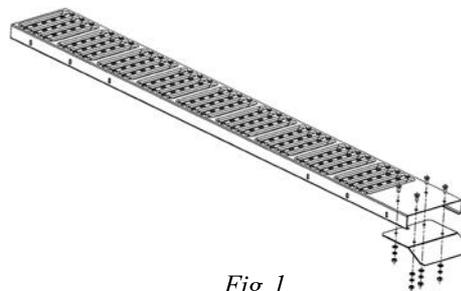

Fig. 1
1. Fixez les plaques de rampe (no 2) aux rampes en acier (no 1) comme l'illustre la fig. 1. Reportez-vous à la répartition/liste de pièces (page 9) pour l'ordre de positionnement des pièces quincaillerie (écrous, boulons, rondelles).